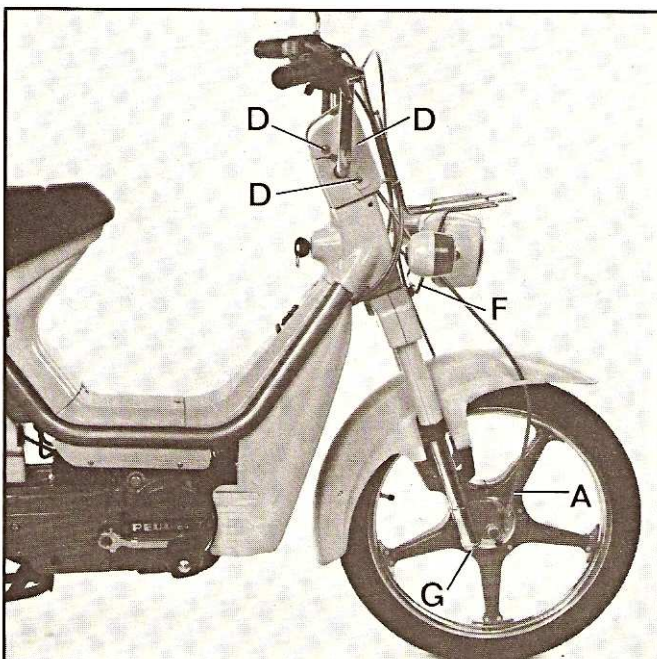

Fig. 4
- Dévisser et retirer la commande de compteur (A) - fig. 4.
- Dévisser les 5 vis (D) de fixation du cache-compteur et du cache-guidon (fig. 4 et 5), puis retirer ces caches.
- Dévisser l'écrou (F) d'attache du porte-bagages sur la fourche (voir fig. 4).
- Pour retirer les tubes inférieurs de fourche, dévisser les écrous (G), (voir fig. 4).